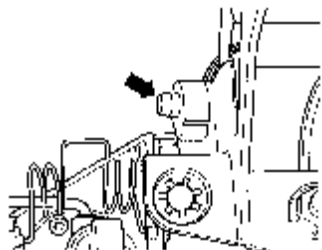

图 9-7 踏板定位销
(1) 对准离合器踏板/制动踏板的定位销，使得它离开支架在离合器踏板的侧面显示出来，如图 9-7 中箭头所示。